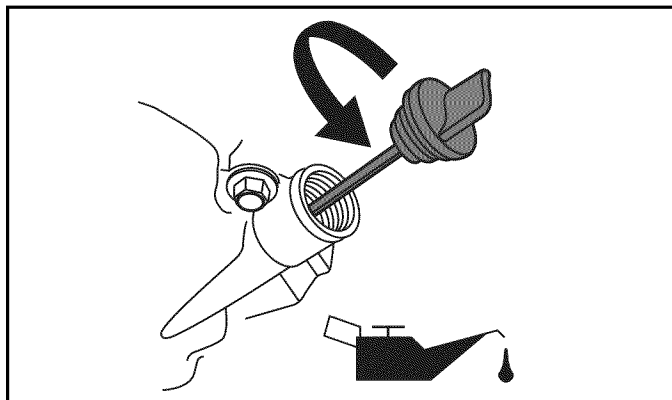

Figura 6-5. Llenado de aceite de motor
2. Limpie la zona alrededor de la abertura de llenado de aceite, retire la tapa de llenado de aceite y limpie la varilla de medición (Figura 6-5).